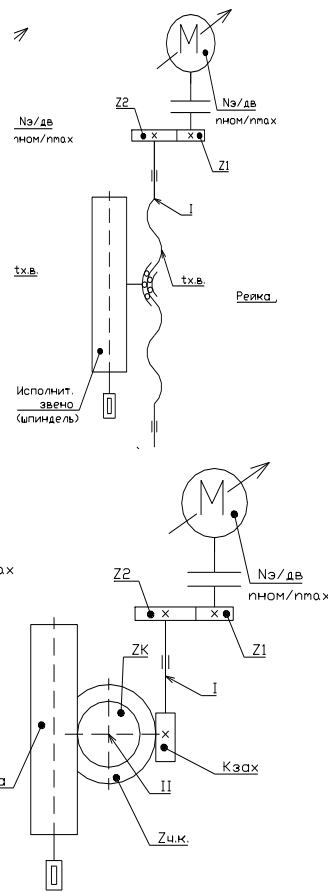

Рис. 1
16. На схеме рис. 1 определите скорость подачи шпинделя (мм/об.) при $n_{шп} = 500$ мин⁻¹, $n_3 = 1000$ мин⁻¹, $Z_1 = 20$, $Z_2 = 50$, число заходов $k_{зах} = 1$, $Z_{ч.к.} = 50$, передача шестерня – рейка $Z_{ш} = 10$ мм, модуль $m = 2$ мм.